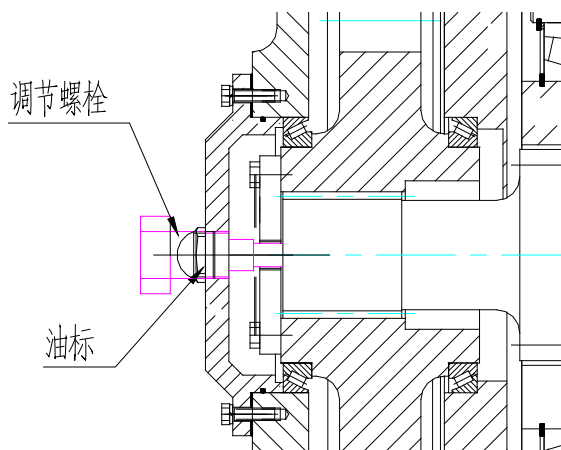

Рис. 5 Регулировка зазора
После завершения монтажа редуктора хода и приводного гусеничного вала, необходимо убрать регулировочные болты, которые указаны на рис.5, заменить маслоуказатель, в противном случае, это может привести к поломкам внутри двигателя.
*Перевод иероглифов на Рис. 5 Регулировка зазора: Регулировочный болт;